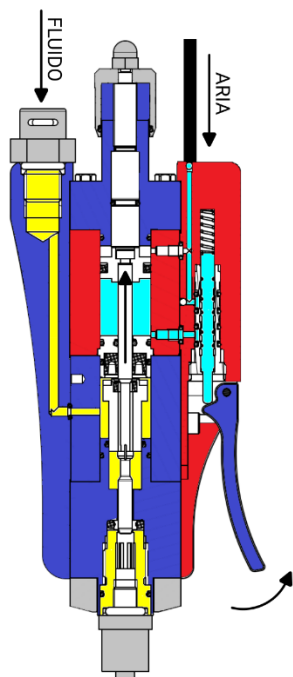

Figura 03 – Fase a riposo
- Il fluido è pronto ad uscire nella sua apposita camera (Figura 03);